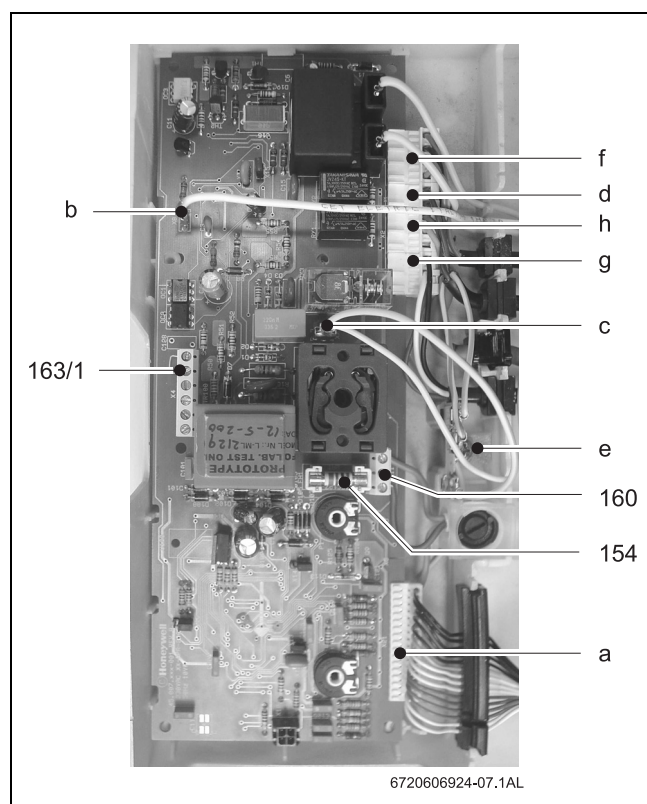

Fig. 13
- Enlever le shunt 1-4 (Fig. 13, pos.163/1).